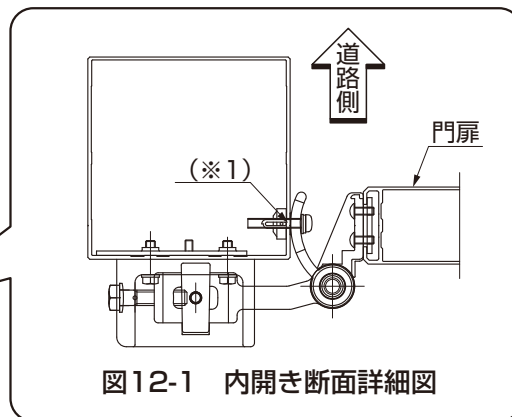
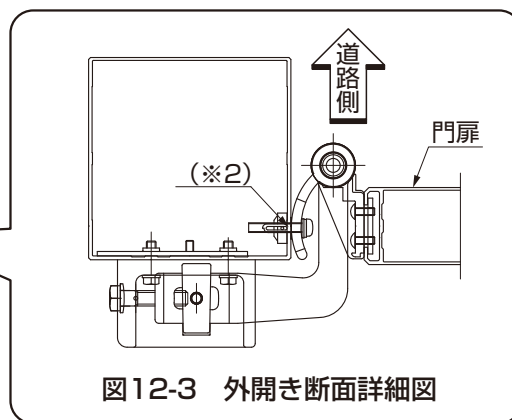

図12-1 内開き断面詳細図
図12-3 外開き断面詳細図
- 門柱へのφ9孔加工は、調整金具固定部品が突き当たる位置（※1、※2）に開けてください。（図12-1、図12-3参照）